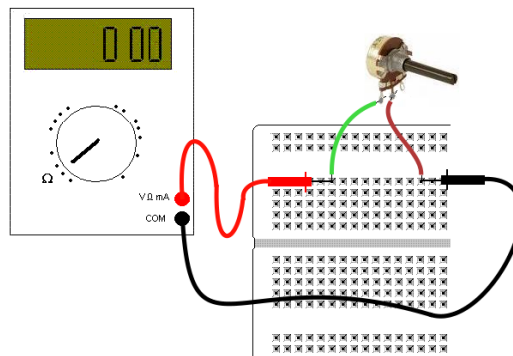

Figura 5 – Medindo a resistência no potenciômetro após equilíbrio da ponte
2. Após obter a menor corrente possível (equilíbrio da ponte), retire o potenciômetro e meça a sua resistência conforme Figura 5. O valor medido é igual a R_x . Compare com o valor nominal de R_x . Observe que para obter precisão será necessário uma resistência variável de precisão, por exemplo um potenciômetro multivoltas.